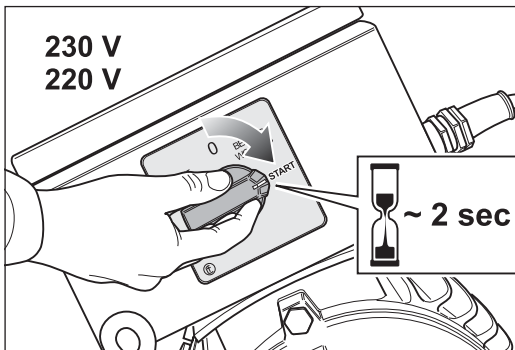

Abb. 19 Zum Einschalten den Schalterknopf auf die Position -START- drehen und für ca. 2 Sekunden auf dieser Position festhalten.
- 2 Zum Einschalten des Motors drehen Sie den Schalterknopf auf die Position -START- und halten Sie ihn für ca. 2 Sekunden auf dieser Position fest (Abb. 19).